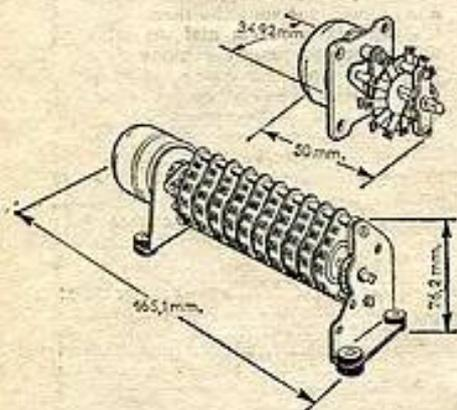

Fig. 1
**A.E.M. G-P** : son contacteur rotatif « Ledex » pour commande à distance et susceptible de fonctionner en sélecteur pas à pas, fig. 1. Puis, son relais subminiature licence Babcock.